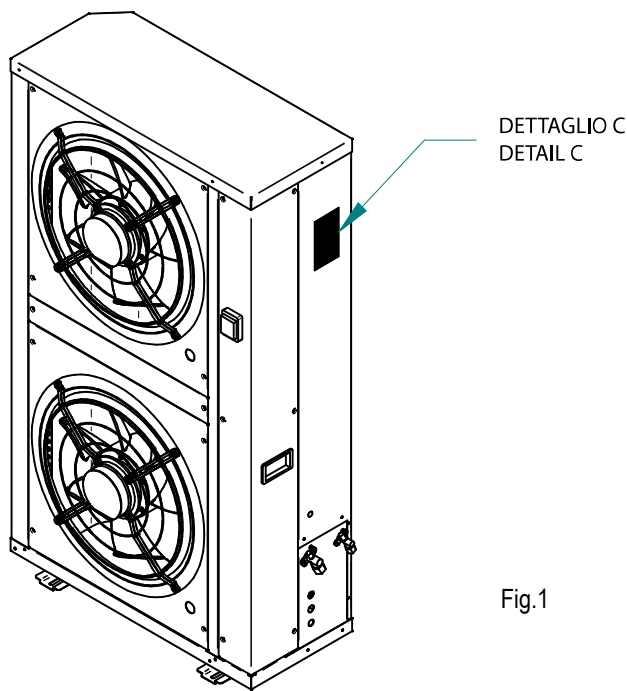

Fig.1
1. Targhetta Esterna (Dettaglio A Fig1) unità.
2. Targhetta Interna (Dettaglio B Fig1) bollitore.
3. Targhetta Unità Esterna (Dettaglio C Fig1).
4. Targhetta QE (dettaglio D Fig1) unità.
1. External plate (Detail A Fig1) unit.
2. Inner plate (Detail B Fig1) boiler.
3. Unit external plate (Detail C Fig1).
4. Nameplate QE (detail D Fig1) units.